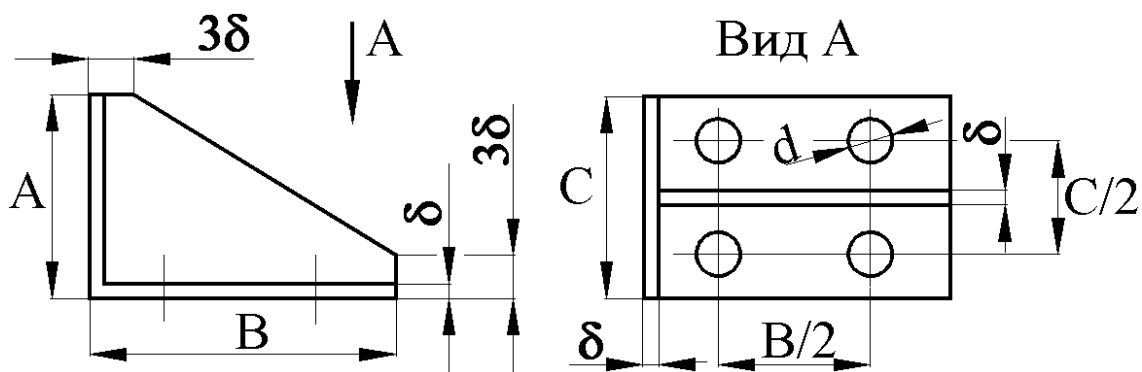

Рисунок 1 – Эскиз упора
2. Создать твердотельную модель упора в SolidWorks. Записать модель в папке D:/<№ группы>/<Ваша фамилия>. Выполнить копии экрана с проставленными размерами упора по варианту. Вставить рисунки в файл отчета и подписать, например, «Рисунок 1 – Эскиз упора». Копии экрана удобнее всего снимать программой HyperSnap. Для ее запуска следует нажать на иконку  на рабочем столе. На экране появится перекрестье. Щёлкнув левой клавишей мыши, задаем, например, верхний левый угол будущего рисунка. Перемещая курсор, выбираем противоположный угол, опять щелкаем левой клавишей мыши. После этого происходит автоматический переход в программу HyperSnap, где уже находится изображение выбранного участка экрана. Далее следует сохранить рисунок под значащим именем, например, «Упор_размеры_1» или «Упор_размеры_2».